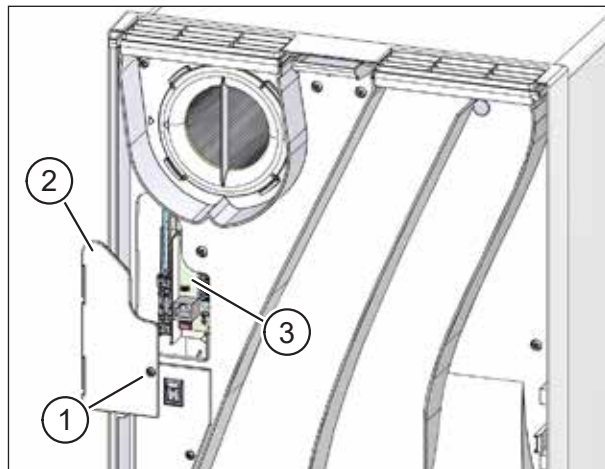

Abb. 23: Elektronikabdeckung abnehmen
- ▶ Lösen Sie mit dem Schraubendreher die Torx-Schraube (Pos. 1 in Abb. 23) an der Elektronikabdeckung (Pos. 2 in Abb. 23).
- ▶ Nehmen Sie die Elektronikabdeckung ab, um Zugang zur Anschlussplatine (Pos. 3 in Abb. 23) zu erhalten.
- ▶ Setzen Sie die Elektronikabdeckung wieder ein und fixieren Sie diese mit der Torx-Schraube (siehe Abb. 23 auf Seite 41).